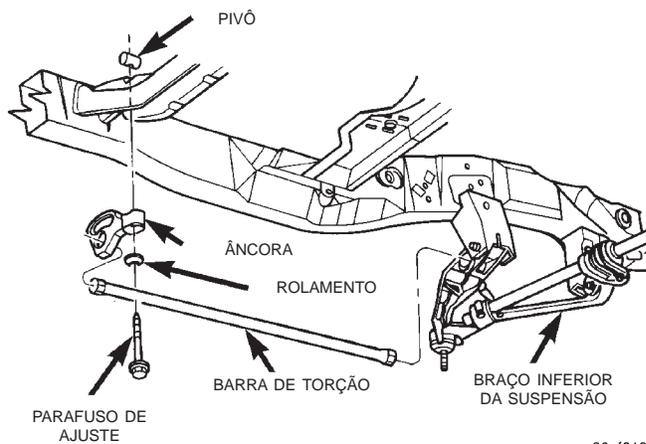

Fig. 11 Parafuso de Ajuste, Rolamento e Pivô
(1) Levante e apoie o veículo.
(2) Remova o conjunto de roda e pneu.
(3) Alivie a carga da mola da barra de torção, girando o parafuso de ajuste no sentido anti-horário.
(4) Remova o parafuso de ajuste, o rolamento, o pivô e a âncora (Fig. 11) da barra de torção.